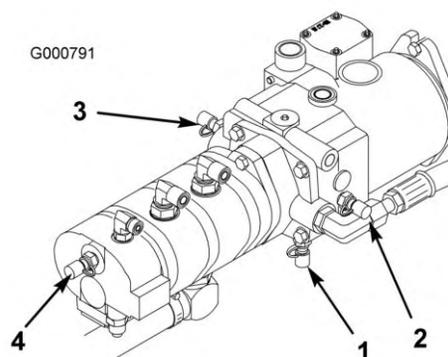

Figura 80
4. Il foro diagnostico D si trova in fondo alla trasmissione idrostatica (Figura 80) e misura la pressione di carica della trasmissione.
5. Il foro diagnostico E misura la pressione di marcia avanti (Figura 80).
6. Il foro diagnostico F misura la pressione di retromarcia (Figura 80).
7. Il foro diagnostico G misura la pressione del circuito dello sterzo (Figura 80).